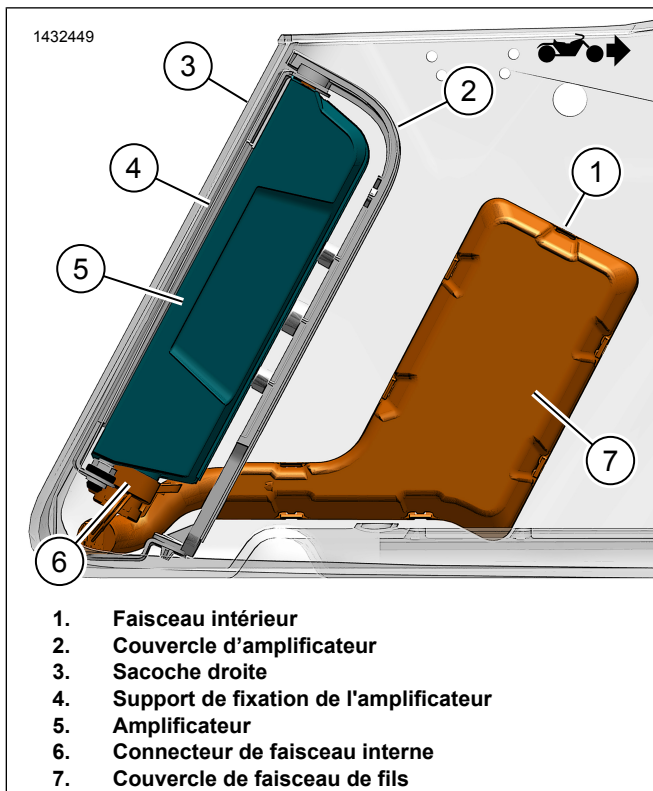
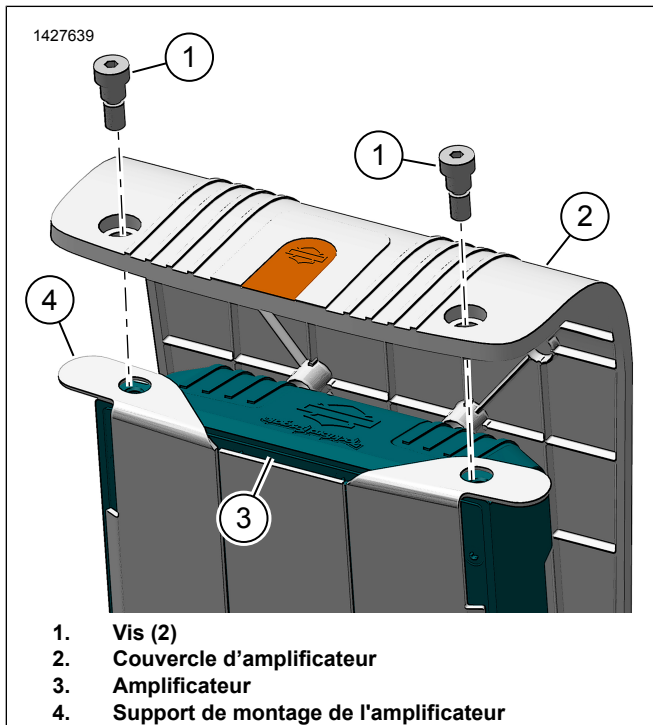

Figure 15. Faisceau de sacoche avec amplificateur
Figure 16. Couvercle d'amplificateur
7. Voir la figure 15. Installer l'amplificateur (5) sur le support de montage (4).
8. Monter le couvercle de l'amplificateur (2).
9. Voir la figure 16. Installer les vis (1). Serrer.